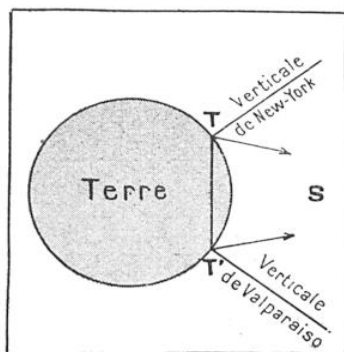

FIG. 5. — COMMENT ON PEUT MESURER LA DISTANCE DE LA TERRE AU SOLEIL
Il convient tout d'abord de rappeler en quelques mots comment il est possible de déterminer la distance de la Terre au Soleil. On choisit deux endroits différents sur la Terre : par exemple, New York et Valparaiso ; puis, au même instant, deux observateurs visent le même point *S* de la surface solaire ; les directions de visée sont indiquées par des flèches sur la figure 5. On peut alors connaître tous les éléments du triangle *TST'*, puisqu'on sait évaluer la distance rectiligne de New York à Valparaiso (7 300 km) et que les deux visées donnent les angles de la base de ce triangle ; c'est ainsi que l'on trouve que la distance de la Terre au Soleil vaut, en moyenne, 23 440 rayons terrestres, soit 149 500 000 km ; la lumière met un peu plus de huit minutes pour nous arriver du Soleil.
(2) C'est en réalité une méthode directe en deux temps (fig. 5 et 6).
(3) Il y a 60 secondes dans un angle de 1 minute, 60 minutes dans un angle de 1 degré, 90 degrés dans un angle droit.